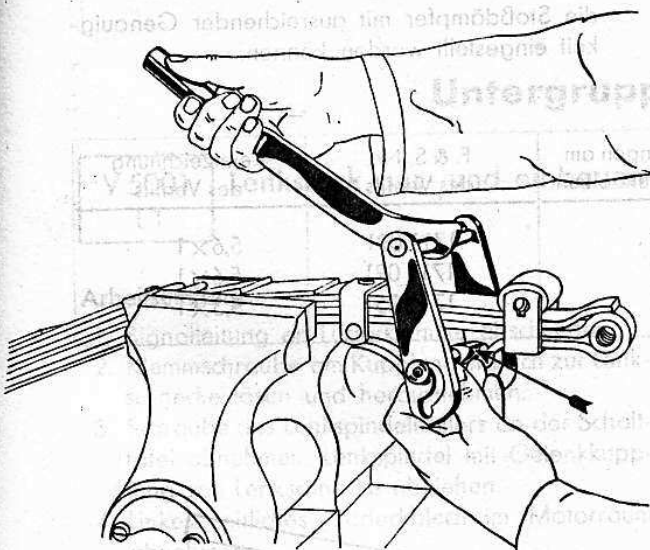
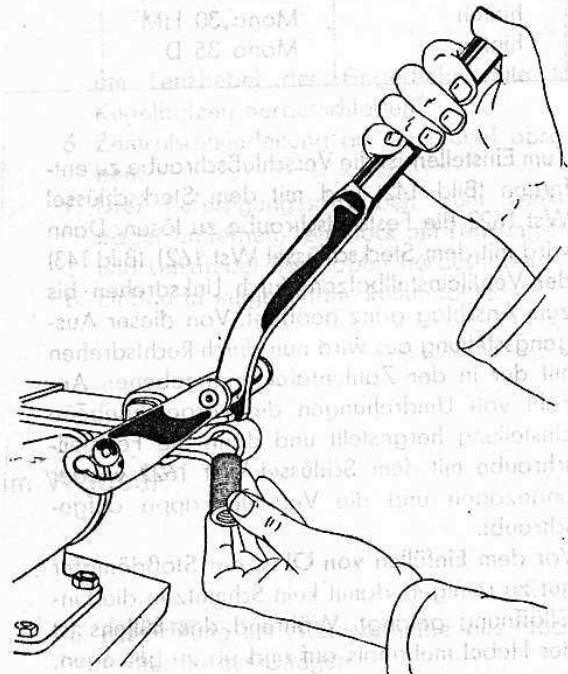

Bild 139
Bild 141
2. Federaugen mit Spreizvorrat (Wst 1667) aufdrücken (Bild 139 und 140), Federbuchsen herausnehmen und neue einsetzen (Bild 141).